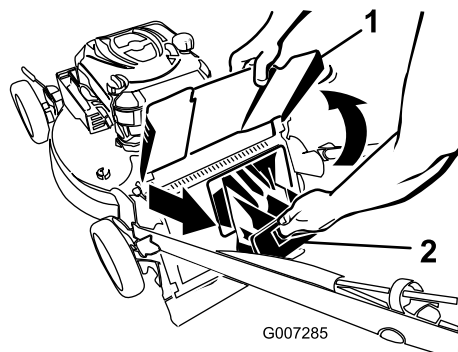

Bild 30
1. Heben Sie das Auswurfablenkblech an und halten es hoch (Bild 30).
2. Ziehen Sie die Heckauswurfklappe ab (Bild 30).